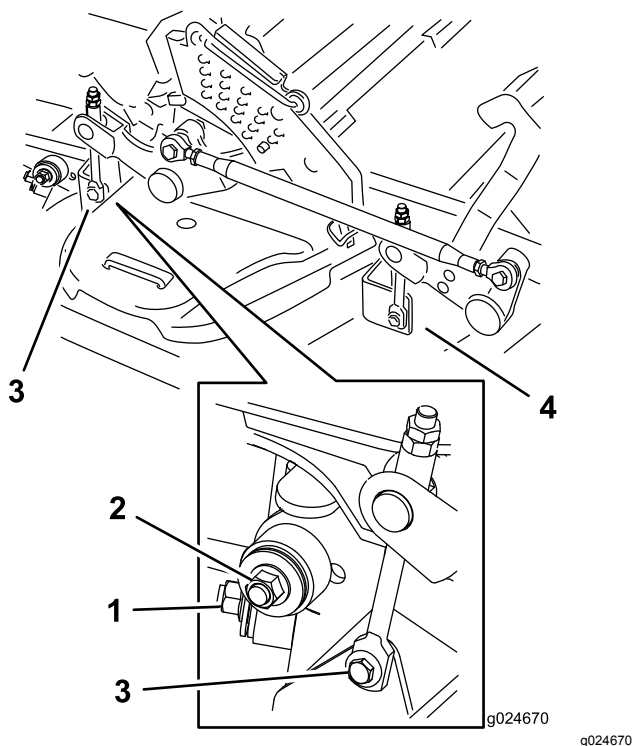

Figura 121
7. Rimuovete e conservate la bulloneria su ambo i lati del piatto di taglio come mostrato in (Figura 121).